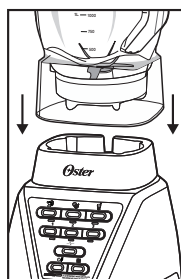

Fig. 18
5. Voltee el vaso y colóquelo sobre la base (Fig. 18).